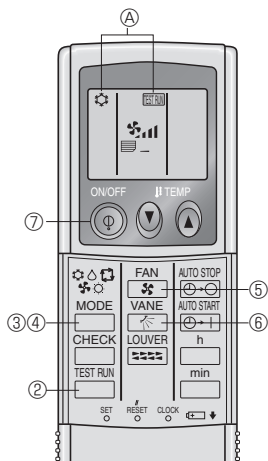

Fig. 7-5
7.2.2. Korištenje bežičnog daljinskog upravljača (Fig. 7-5)